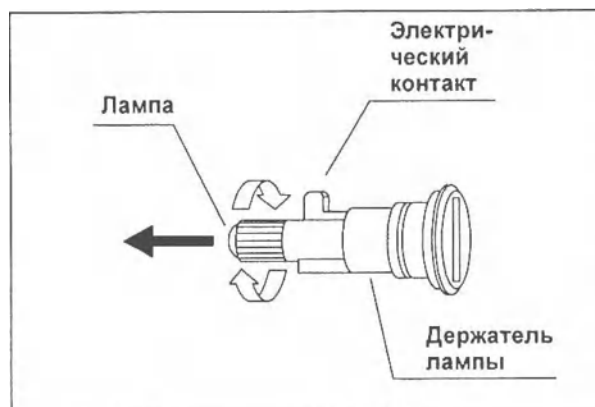

Рис. 3.16
2. Поверните лампу по часовой стрелке и извлеките ее из держателя лампы (см. Рис. 3.16).